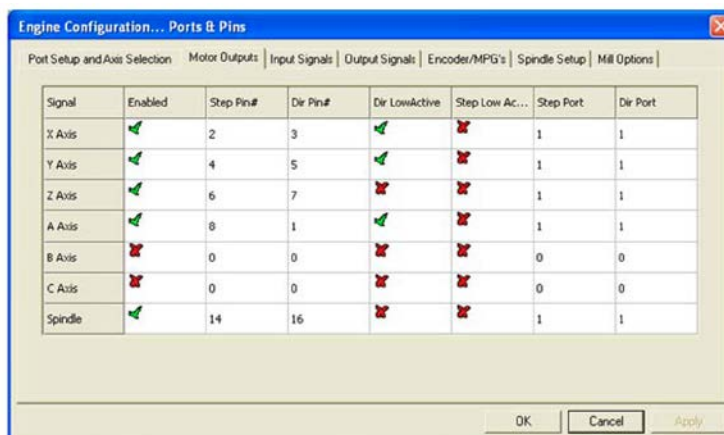

Рис. 6
- ◆ В меню ПО Mach3 выберите <Config/Ports and Pins> (<Конфигурация/Порты и контакты>), а затем вкладку **Motor Outputs (Выходы двигателя)** вверху окна – см. рис. 6.